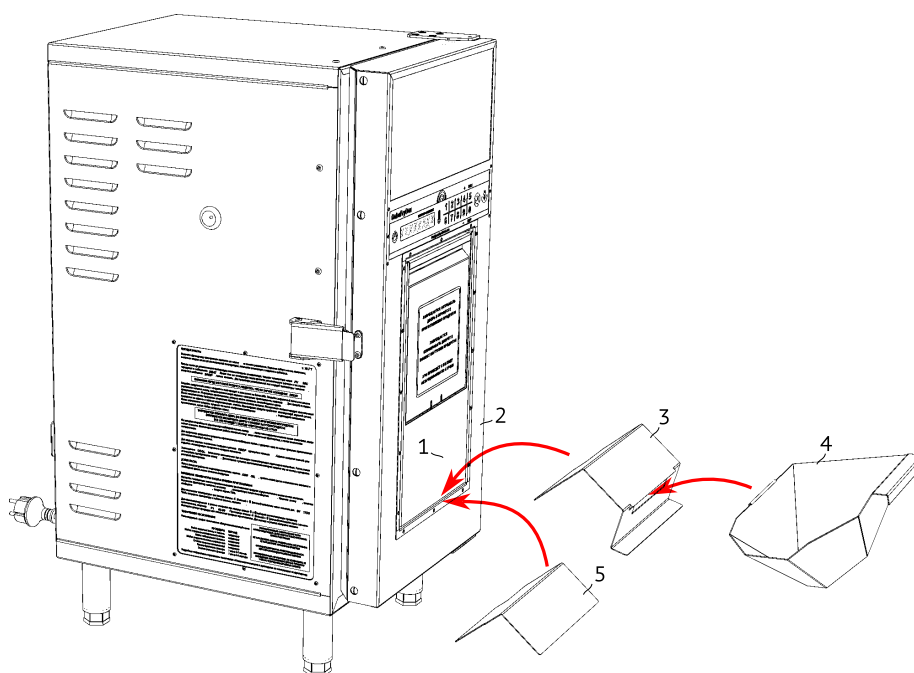

Рисунок 4
14. Если выгрузка продукта планируется в лоток приёмный из комплекта поставки, установите между дверцей (2) и заслонкой (1) кронштейн (3), а в кронштейн установите лоток приёмный (4), см. Рис. 4.
15. В случае, если выгрузка продукта планируется в иной приёмный контейнер, например гастрорёмкость, то установите между дверцей и заслонкой уголок-отражатель (5), который направляет остатки масла с продукта в приёмный контейнер.